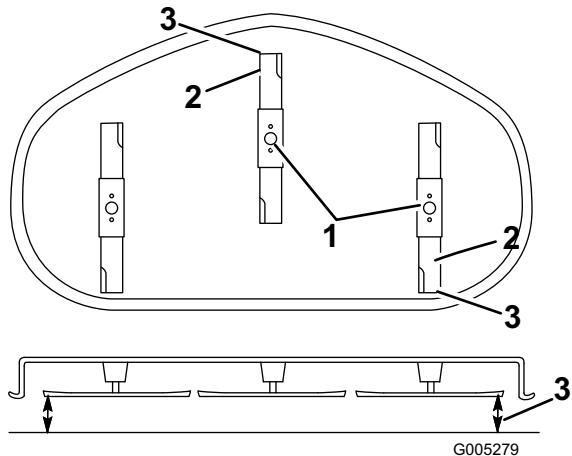

Figure 40
5. Réglez la hauteur de coupe à la position 3 [76 mm] et tournez les lames avec précaution dans le sens longitudinal (Figure 40).
6. Mesurez la distance entre la pointe de la lame avant et la pointe de la lame arrière par rapport à la surface plane (Figure 40). Si la pointe avant de la lame n'est pas de 1,6 à 7,9 mm (1/16-5/16 pouce) plus basse que la pointe arrière, réglez le contre-écrou avant.
9. Une fois le réglage effectué, vérifiez à nouveau l'inclinaison avant/arrière des lames. Poursuivez le réglage de l'écrou jusqu'à ce que la pointe avant de lame soit de 1,6 à 7,9 mm (1/16-5/16 pouce) plus bas que la pointe arrière (Figure 40).